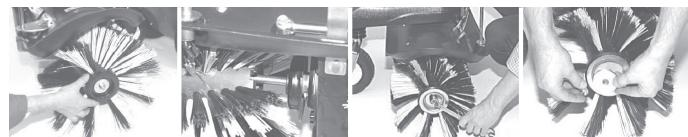

Рис. 8
- 5. Установка щеток.** Установите щетки на валы с обеих сторон машины, соблюдая порядок расположения белой и черной щетины. Совместите выемку на корпусе щетки с ответной частью на корпусе редуктора. Закрепите корпус щетки на валу гайкой, а затем шайбой и контргайкой (Рис.8).